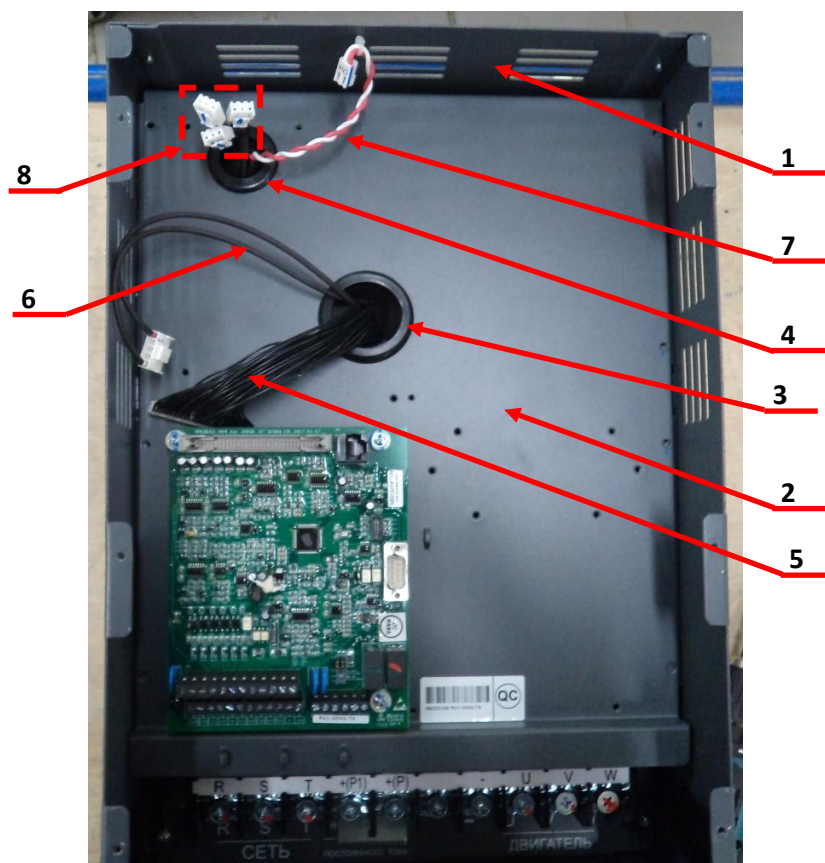

Рис.6.9
- 6.5.2. Извлечь из корпуса ПЧ поз.1 монтажную панель поз.2, предварительно освободив отверстия проходных втулок поз.3 и поз.4 от кабелей поз.5...8 (рисунок 6.9.). Для этого приподнять панель, аккуратно перетащить кабели через проходные втулки на обратную сторону монтажной панели. Полностью освобождённую монтажную панель положить в тару 3.1.16.
- 6.6.2. Открутить 4 винта поз.1 крепления вентилятора и положить их в тару 3.1.17 (рисунок 6.9). Извлечь вентилятор поз.2 вместе с защитной решёткой и положить их